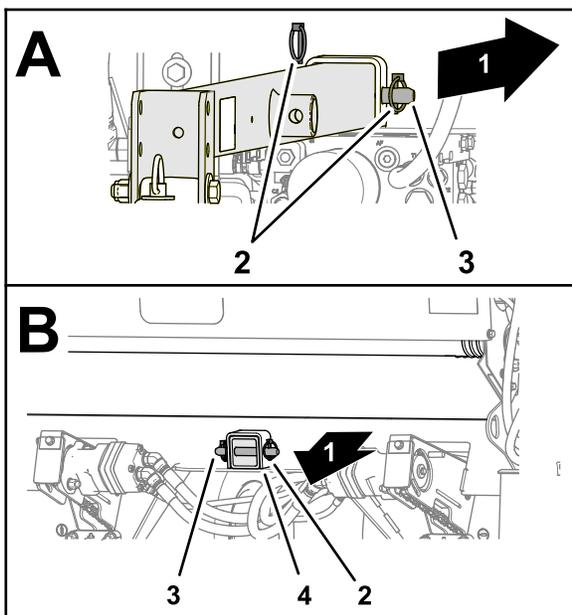

Рисунок 5
2. Совместите отверстия в дышле с отверстиями в приемных трубах и прикрепите дышло к трубам с помощью 2 шплинтуемых штифтов и 4 шплинтов с кольцами (Рисунок 5).